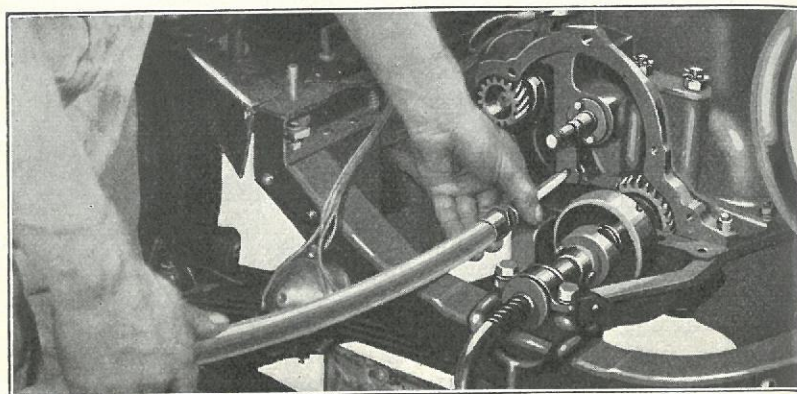

Fig. 294
- 490** Sæt Mundstykket paa Trykluftslangen ind i Enden af Olierøret (Fig. 294) og udblæs alle fremmede Legemer, som maatte have lejret sig i Røret. Hvis der ikke staa Trykluft til Disposition, kan Røret renses ved, at der trækkes et bøjeligt Kabel igennem det.